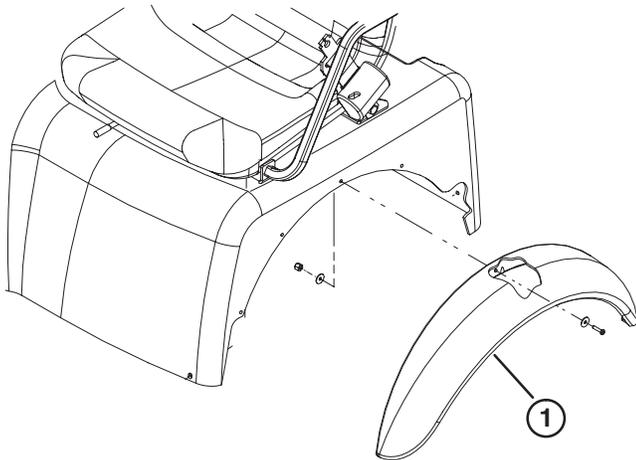

Bild 5
1. Richten Sie die fünf Befestigungslöcher für die Stoßstange mit den Löchern auf jeder Seite des Rahmens aus (Bild 5).